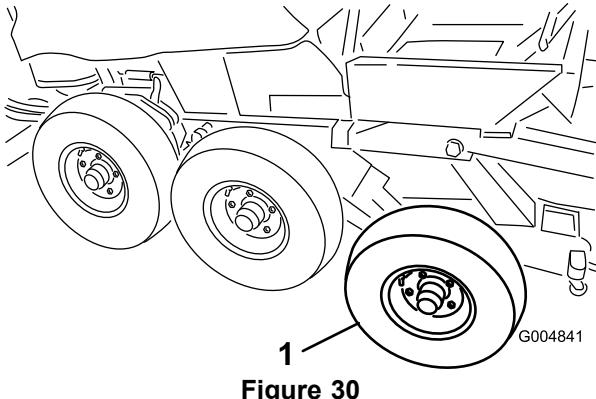

Figure 30
22. Déposez les pneus avant et central du cadre d'hiver (Figure 30).